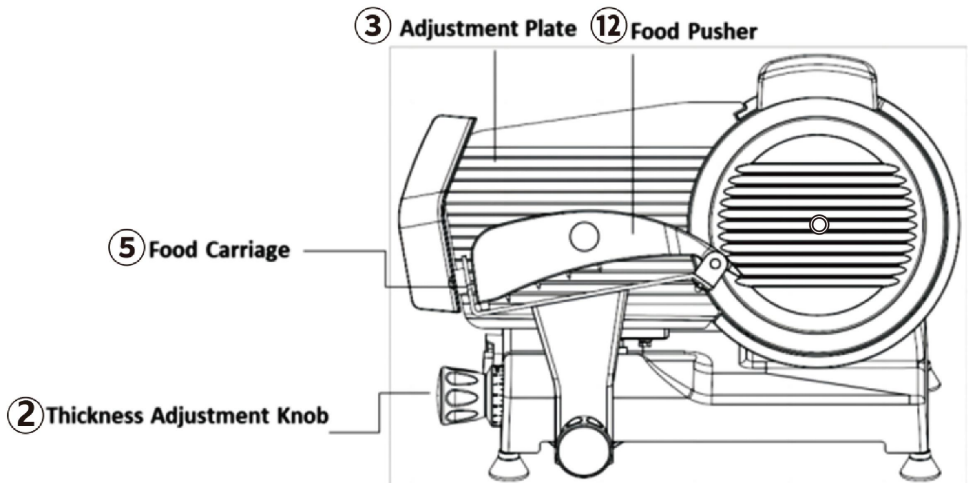

Abb. 1
8. Sie das Fleisch auf den verschiebbaren Schneidgutträger (Teil ⑤) zwischen der Einstellplatte (Teil ③) und dem Stopfer (Teil ⑫). Um Verletzungen zu vermeiden, verwenden Sie zum Schneiden des Fleisches IMMER den Griff des Stopfers (Teil ⑪). (Siehe Abb. 1)
9. Drehen Sie den Dickeneinstellknopf (Teil ②), um die Einstellplatte (Teil ③) auf die gewünschte Schnittdicke einzustellen. Drehen Sie im Uhrzeigersinn für dünnere Schnitte, gegen den Uhrzeigersinn für dickere Schnitte. (Siehe Abb. 1)